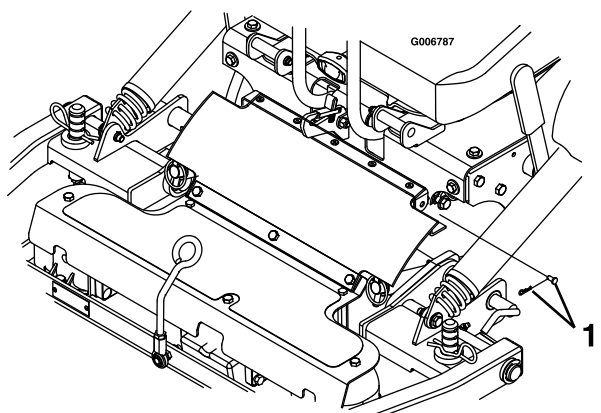

Figura 69
7. Retire el pasador de horquilla y la chaveta de ambos lados del protector de la TDF (Figura 69).
6. Alinee la parte superior del protector de goma de la TDF con las pestañas de la parte delantera de la consola, y sujete el conjunto con un pasador de horquilla y una chaveta en cada lado (Figura 69).